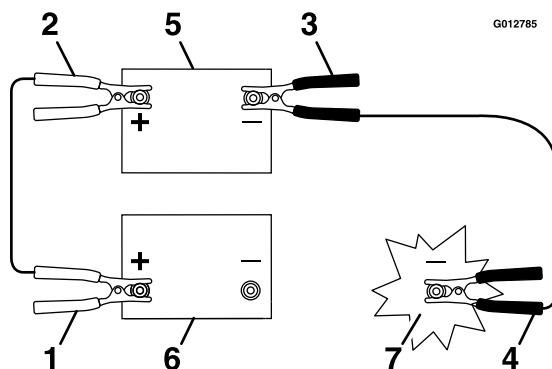

Рисунок 49
- Подсоедините положительный (+) кабель к положительной (+) клемме разряженной аккумуляторной батареи, которая соединена со стартером или электромагнитом, как показано на Рисунок 49.